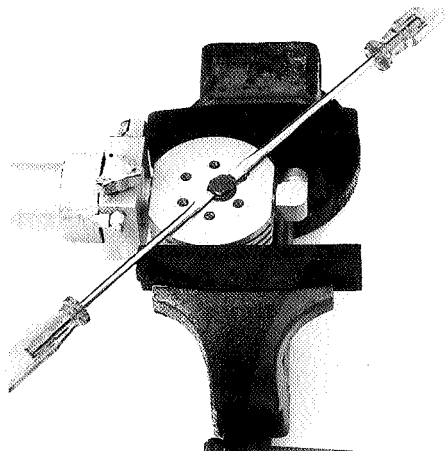

Abb. 7
- Separate the intercooler 2nd/ 3rd stage (6) from the interstage separator (8).
- Separate the aftercooler (7) from the valve head. (1).
- Unscrew the pressure screw (5) for the pressure valve (3) by about two turns.
- Unscrew the hexagon sockets (9) with a 5 mm wrench
- Take off the valve head (1) and the valve head cover (2) with the interstage separator.
- Carefully clamp the valve head (1) in soft jaw vise. (see fig. 7).
- Pull out the pressure valve (3) with 2 screw drivers. (see fig. 7).
- Zwischenkühler 2./3. Stufe (6) vom Zwischenfilter (8) trennen.
- Nachkühler (7) vom Ventilkopf (1) trennen.
- Druckschraube (5) für Druckventil (3) ca 2 Umdrehungen herausschrauben.
- Innensechskantschrauben (9) SW 5 abschrauben.
- Ventilkopf (1) und Ventilkopfdeckel (2) mit Zwischenabscheider abnehmen.
- Ventilkopf (1) vorsichtig mit Schutzbacken in Schraubstock einspannen. (Siehe Abb. 7).
- Druckventil (3) mit Maulschlüssel SW 13 lockern und mit 2 Schraubendrehern aushebeln. (Siehe Abb. 7).